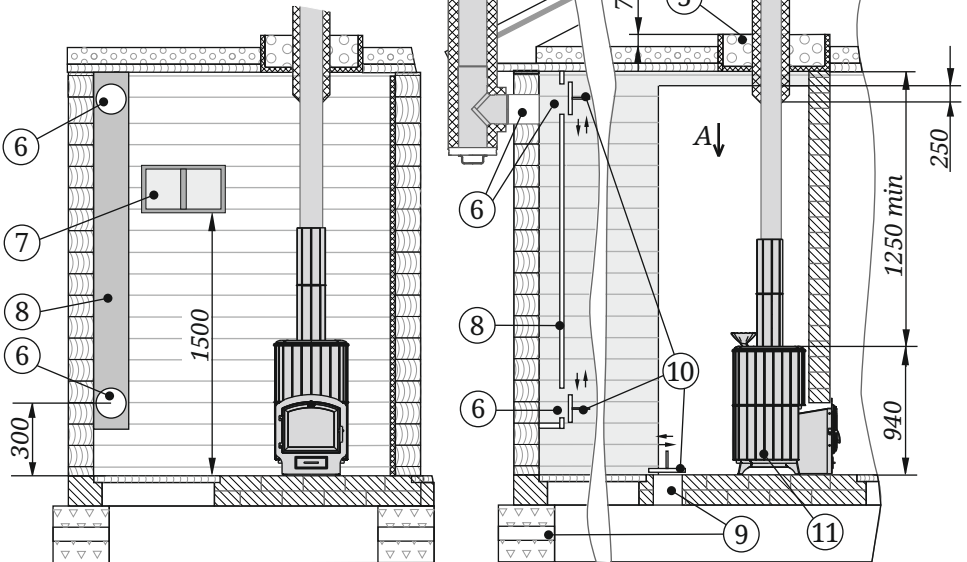

Рисунок 3. Схема монтажа печи
- пол из горючих и трудногорючих материалов перед дверцей топki — металлическим листом размером 700×500 мм (рисунок 3);
Для обеспечения хорошего воздухообмена, вентиляции и обеспечения оптимальных кондиций русской паровой бани, в парной необходимо организовать приточно-вытяжную вентиляцию (см. рисунок 3).